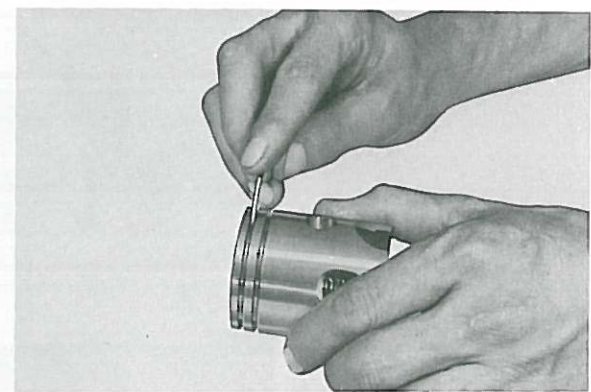

Fig. 3-3-11
3. Remove carbon deposits from ring grooves. (Fig. 3-3-11)
3. Décalaminer les gorges du piston. (Fig. 3-3-11)
3. Ölkohleablagerungen auch aus den Ringnuten entfernen. (Fig. 3-3-11)